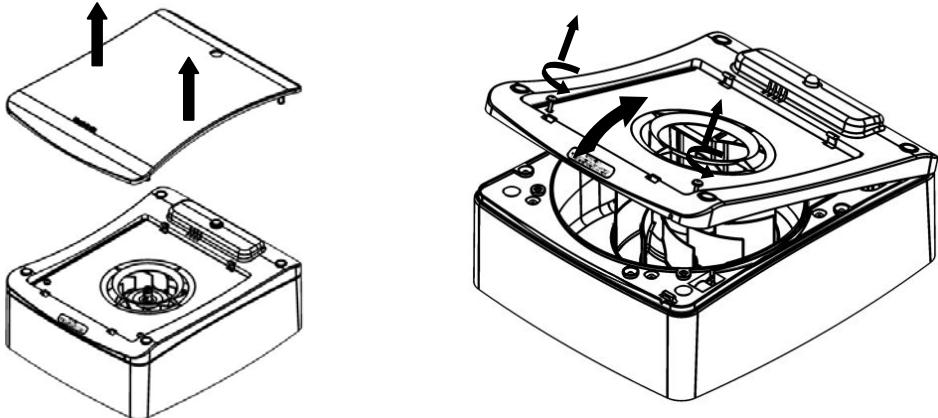
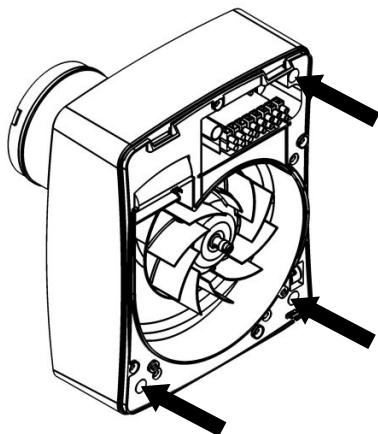

Fig.2.
Fig.4.
3. Haal de flens van het insteekende uit de doos en plaats deze over de insteekende adapter. Zorg ervoor dat het lipje van de flens goed vastzit in de gleuf op de adapter (fig. 2). Zorg dat de insteek adapter goed vast zit op de basisbehuizing en dat de klep nog steeds goed vast zit en correct functioneert.
3. Haal de flens van het insteekende uit de doos en plaats deze over de insteekende adapter. Zorg ervoor dat het lipje van de flens goed vastzit in de gleuf op de adapter (fig. 2). Het insteekende kan naar de zijkant worden verplaatst voor een installatie met zijuitgang. Verwijder hiervoor de schroef en schuif het insteekende weg van de achterkant van de basisbehuizing. Houd hierbij geleiderails goed in het oog (fig. 4). Het insteekende kan naar de zijkant worden gedraaid met behulp van dezelfde geleiderails en bevestigingsschroef (fig. 4). Zorg dat de insteek adapter in de correcte richting goed vast zit op de basisbehuizing en dat de klep nog goed vast zit en correct functioneert.
6. Haal de flens van het insteekende uit de doos en plaats deze over de insteekende adapter. Zorg ervoor dat het lipje van de flens goed vastzit in de gleuf op de adapter (fig. 2). Zorg dat de insteek adapter goed vast zit op de basisbehuizing en dat de klep nog steeds goed vast zit en correct functioneert.